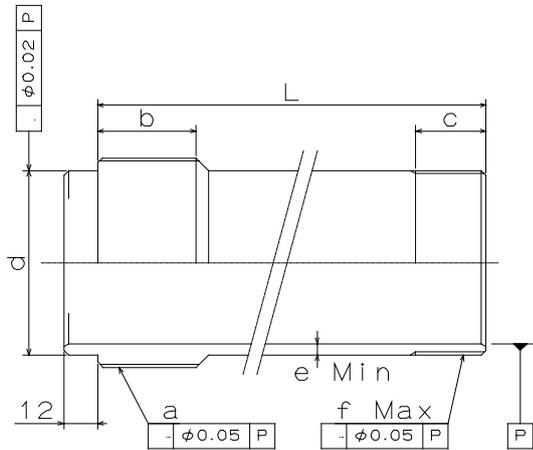

Figura 14
La dimensione della lunghezza (L) nella figura 14 è determinata dalla distanza A intercorrente tra l'adattatore del cilindro e la piastra posteriore.
- Mantenere per il tubo trafilato la dimensione E e la dimensione F indicate nella figura 14; inoltre utilizzare un materiale con resistenza alla trazione pari a 380MPa (38kgf/mm²) o superiore.